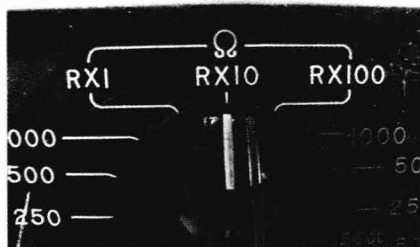

图 1.8 测电阻的量程
① 能大致知道待测电阻值时转到比该电阻高一挡的电阻量程,不知道电阻值时旋转开关应转到最大量程,如图 1.8 所示。
② 在选定的欧姆量程调整欧姆零点,然后测电阻值。
③ 电阻值低读数困难时,将旋转开关转到低欧姆挡,调整欧姆零点,然后测电阻值。